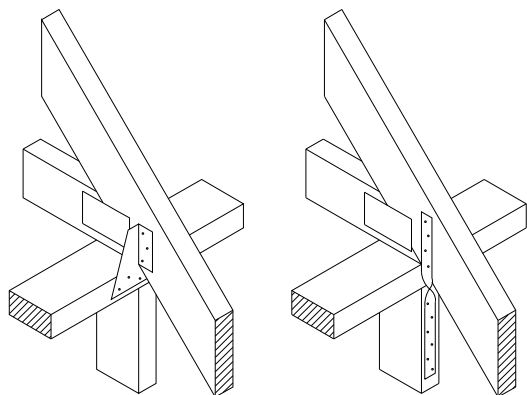

Figura 32
- El enlace de las cerchas sobre el muro debe solucionarse mediante anclajes, para prevenir posibles efectos de succión del viento (Figura 32).